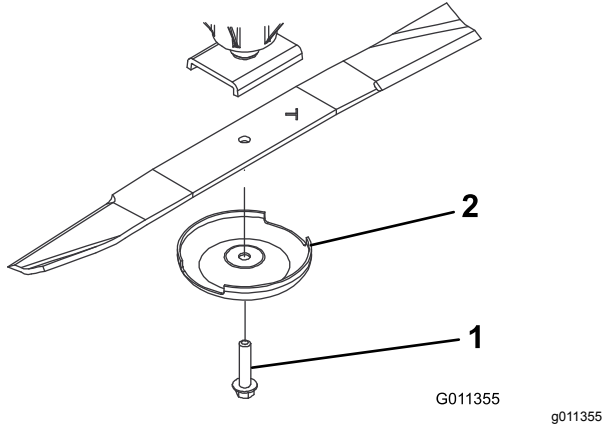

图 74
3. 卸掉刀片螺栓、防刮罩并从滚轴上取下刀片 (图 74)。